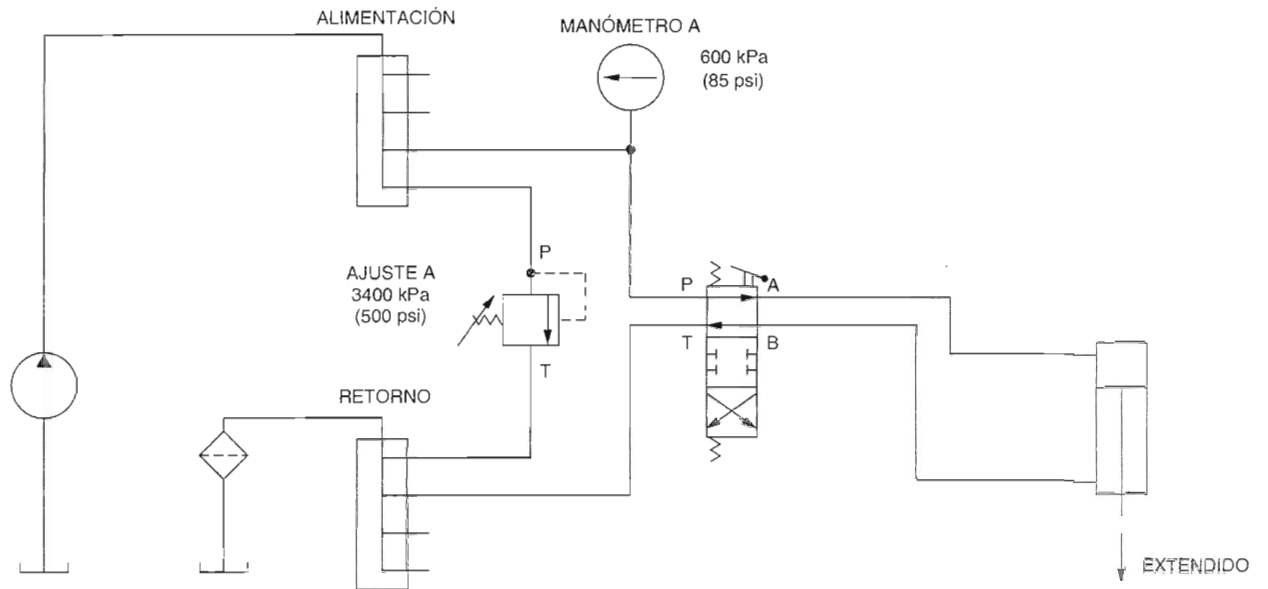

Figura 2-11. Circuito para la pregunta de revisión 6.
6. En el circuito de la Figura 2-11, ¿cuál será la lectura de presión del manómetro A, durante la extensión del cilindro y cuando el cilindro está completamente extendido, si el ajuste de presión de la válvula de alivio es cambiado de 3400 kPa (500 psi) a 6900 kPa (1000 psi)?